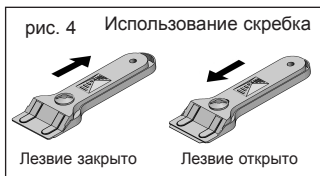

рис. 4 Использование скребка
**!** После окончания работы скребком, вдвиньте лезвие в корпус и заблокируйте его. (См. рис. 4)